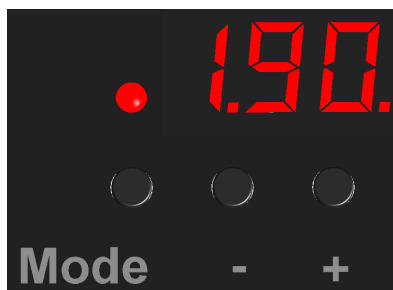

Рис. 10
- Установка максимального значения в канале доступна только для автономной работы Устройства. Войдите в режим настроек. Три раза одновременно нажмите кнопки «Mode» и кнопки «+» (см. Рис. 10). Номер канала выбирается с помощью кнопки «Mode», а значение уровня в процентах выбирается с помощью кнопок «+» и «-».